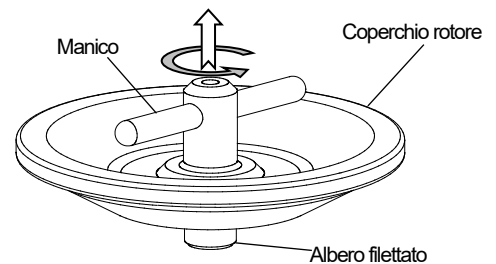

Fig. 3-1 Come rimuovere il manico
- 4) Applicare una leggera mano di grasso di silicone (grasso per vuoto) sulla guarnizione per renderla completamente ermetica e pulire completamente il grasso in eccesso. In caso di utilizzo di rotore S58A e S50A, Coprire la guarnizione manico (O-ring) leggermente con grasso di silicone (grasso per vuoto) dopo aver rimosso il manico dal coperchio del rotore. Girare il manico in senso antiorario tirandolo verso l'alto per rimuovere il manico dal coperchio rotore (Vedi Fig. 3-1).
- 4) Applicare una leggera mano di grasso di silicone (grasso per vuoto) sulla guarnizione per renderla completamente ermetica e pulire completamente il grasso in eccesso. In caso di utilizzo di rotore S58A e S50A, coprire la guarnizione manico (O-ring) leggermente con grasso di silicone (grasso per vuoto) dopo aver rimosso il manico dal coperchio del rotore. Girare il manico in senso antiorario tirandolo verso l'alto per rimuovere il manico dal coperchio rotore (Vedi Fig. 3-1). Dopo aver applicato una mano di grasso per vuoto alla guarnizione manico (O-ring), posizionare il manico con la guarnizione manico (O-ring) sul corpo rotore e poi girare il manico in senso orario per assemblare il manico nel coperchio rotore.